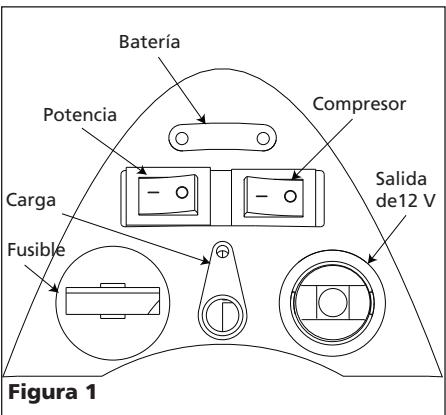

Figura 1
- 1) Coloque el interruptor de energía (POWER) en la posición de encendido. (Vea la figura 1)